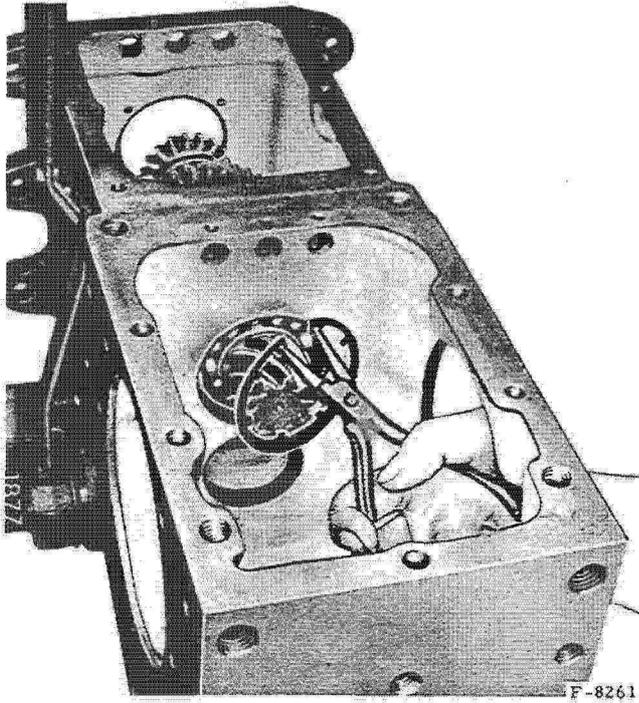

Fig. 32. - Circlip arrière du roulement d'arbre secondaire.
- Enlevez le circlip arrière (fig. 32).